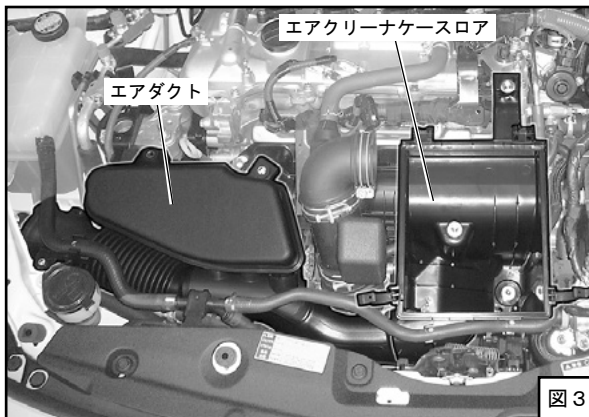

図3
(5) エアエレメントを取外してください。
(6) ボルトを外しエアダクト、エアクリーナケースロアを取外してください。(図3)